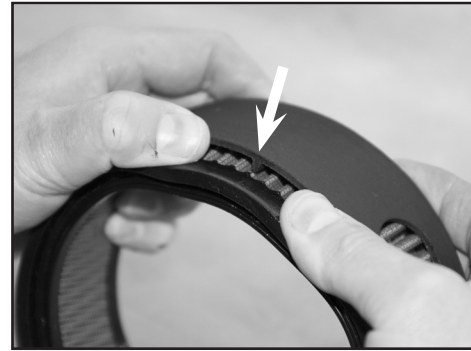

**Bild 7**
*HINWEIS: Eine Fühlerlehre eignet sich gut, um die Breite des Spalts zu ermitteln, der sich zwischen dem Kopf und der Rückplatte befindet, siehe Darstellung in **Bild 7**.*